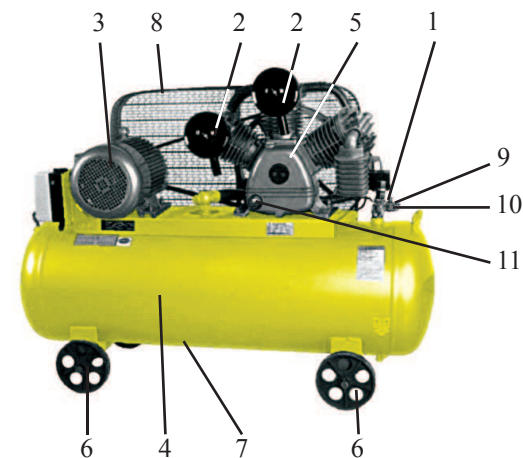

Рис. 1
4.1 Общий вид компрессора модели КМ - 5700/160Рм представлен на рис. 1